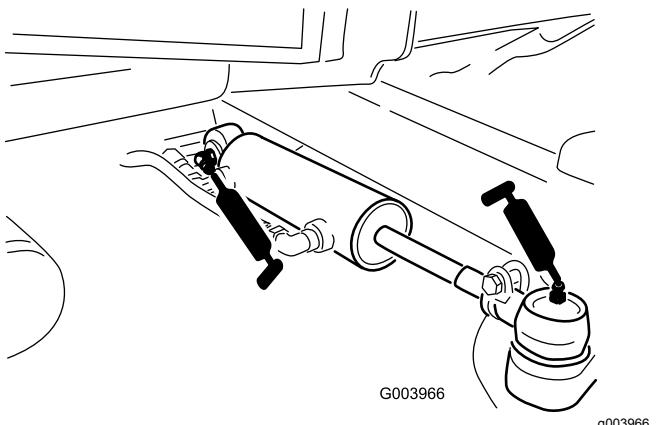

Рисунок 82
- Шаровые опоры гидроцилиндра рулевого управления (2 шт.) (Рисунок 82)